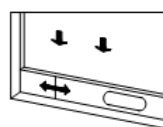
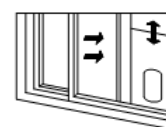

Fig.2
Fig.3
1) Ouvrez la fenêtre à moitié et ouvrez l'embase de la plaque tamponnée de la fenêtre (comme dans la Fig. 2 et dans Fig. 3), l'ensemble peut-être placé en position horizontal ou vertical.